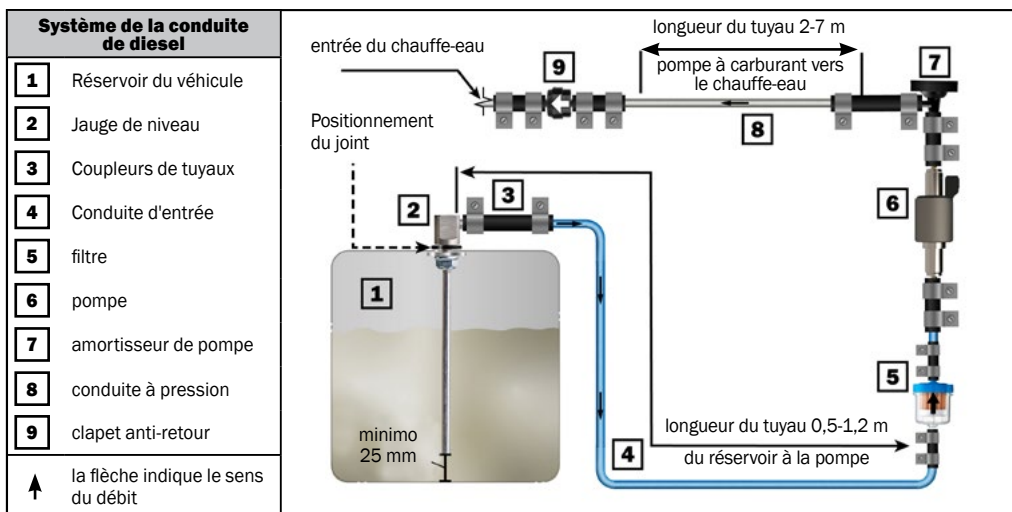

Figure 18
- La conduite de carburant ne doit pas descendre de la pompe à carburant vers le brûleur - voir la Figure 18.